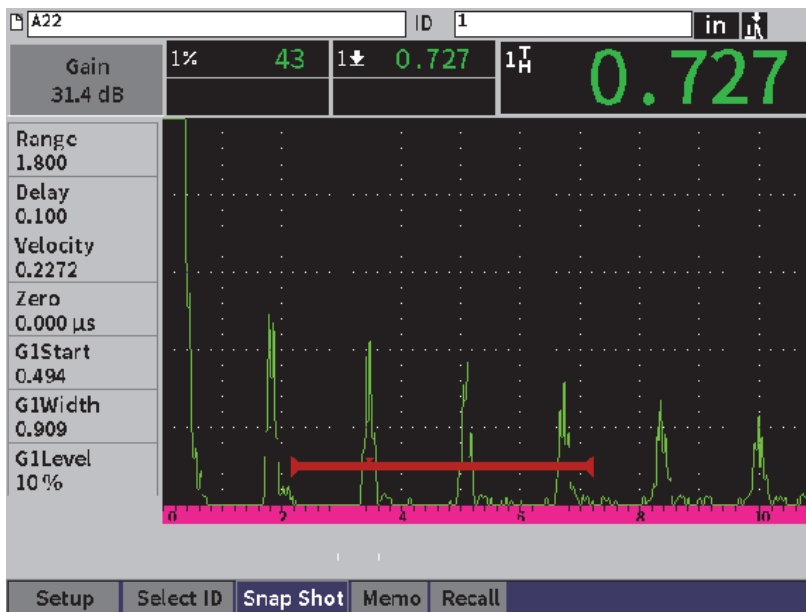

Abbildung 9-9 Gespeicherte Datei mit A-Bild und Daten
1. Bei angezeigtem Fenster mit A-Bild und Daten drehen Sie den Drehknopf, um die Schaltfläche **Snapshot** aus (siehe Abbildung 9-9 auf Seite 136).